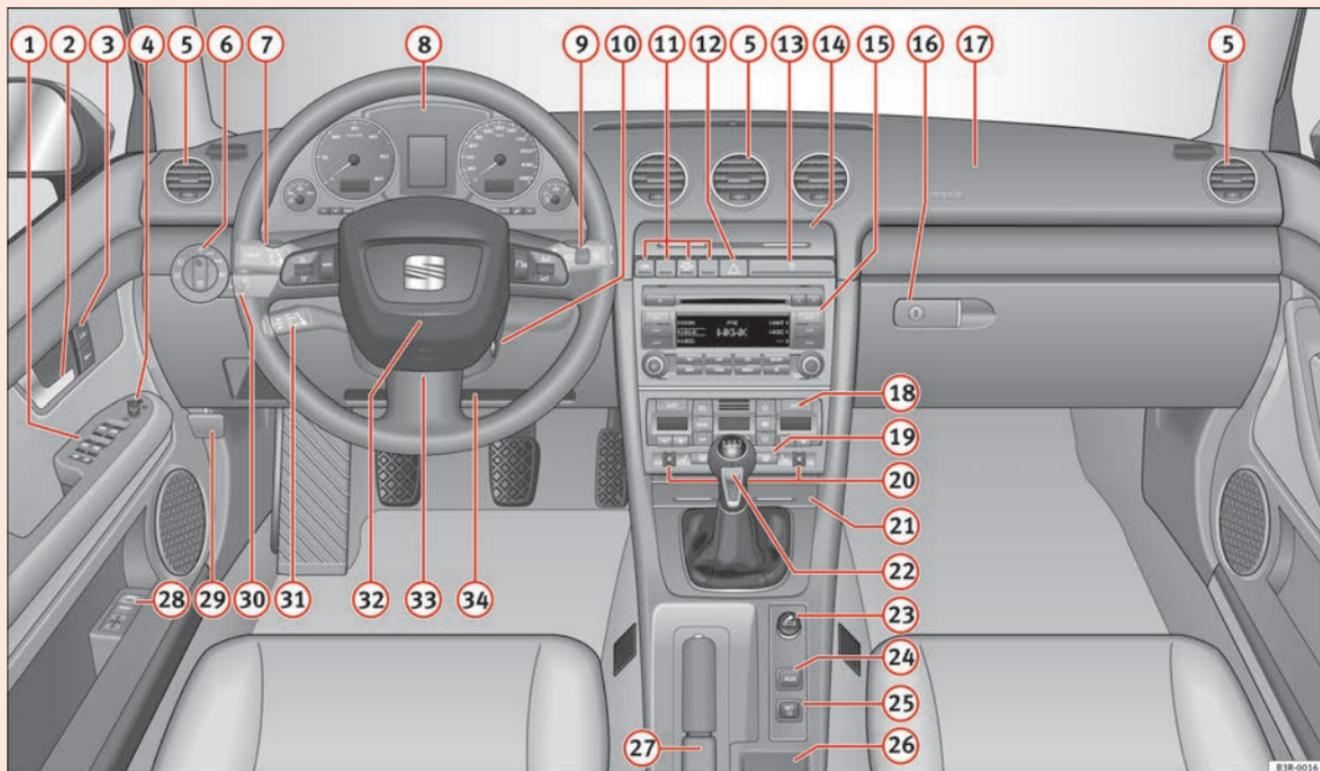

Fig. 36 Alcuni degli strumenti indicati sono disponibili solo per determinati modelli o sono optional disponibili a richiesta
- Nelle vetture con guida a destra* la disposizione dei comandi è in parte diversa da quella rappresentata nella ⇒ pag. 58, fig. 36. I numeri di riferimento dei comandi sono però gli stessi. ■